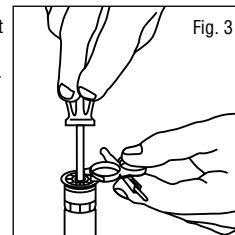

Fig. 3
1. Fixieren Sie die Düsenscheibe mit den Fingern oder mit den zwei Stiften an der Seite des Hunter-Schlüssels zwischen den Düsenspeichen. (Fig. 3)